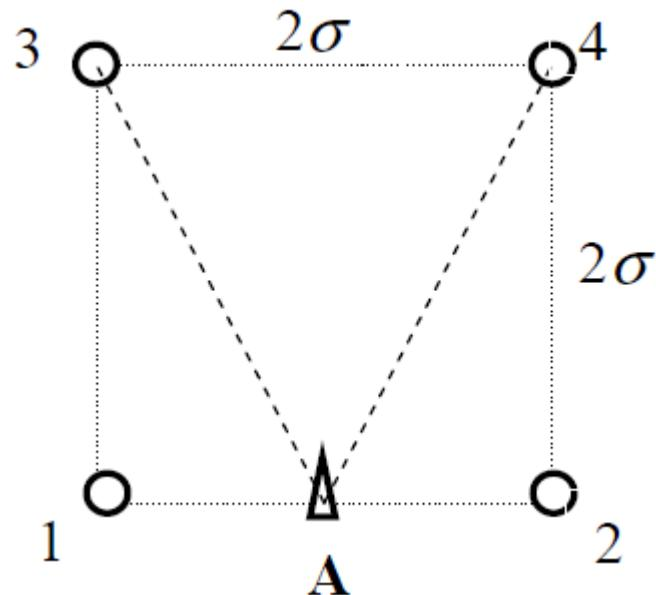

Рисунок 1 – Схема участка пласта
3. В неограниченном продуктивном пласте, насыщенном за контуром нефтеносности водой, обладающей вязкостью примерно равной вязкости нефти пущены в эксплуатацию в различное время 4 добывающие скважины (рисунок 1). Определить как изменится давление в точке А (находящейся на линии расположения скважин 1, 2 на одинаковом расстоянии от них) по сравнению с начальным пластовым давлением спустя время t_1 после пуска первой скважины.